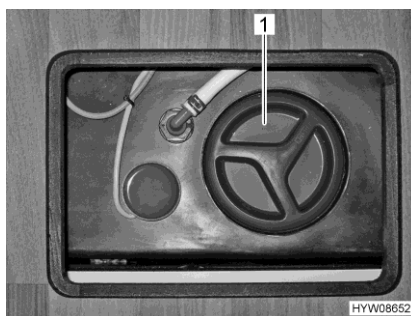

Fig. 192 Apertura per la pulizia (serbatoio delle acque grigie)
- A questo scopo aprire l'apertura per la pulizia (Fig. 192,1) per il serbatoio delle acque grigie e il rubinetto di scarico.